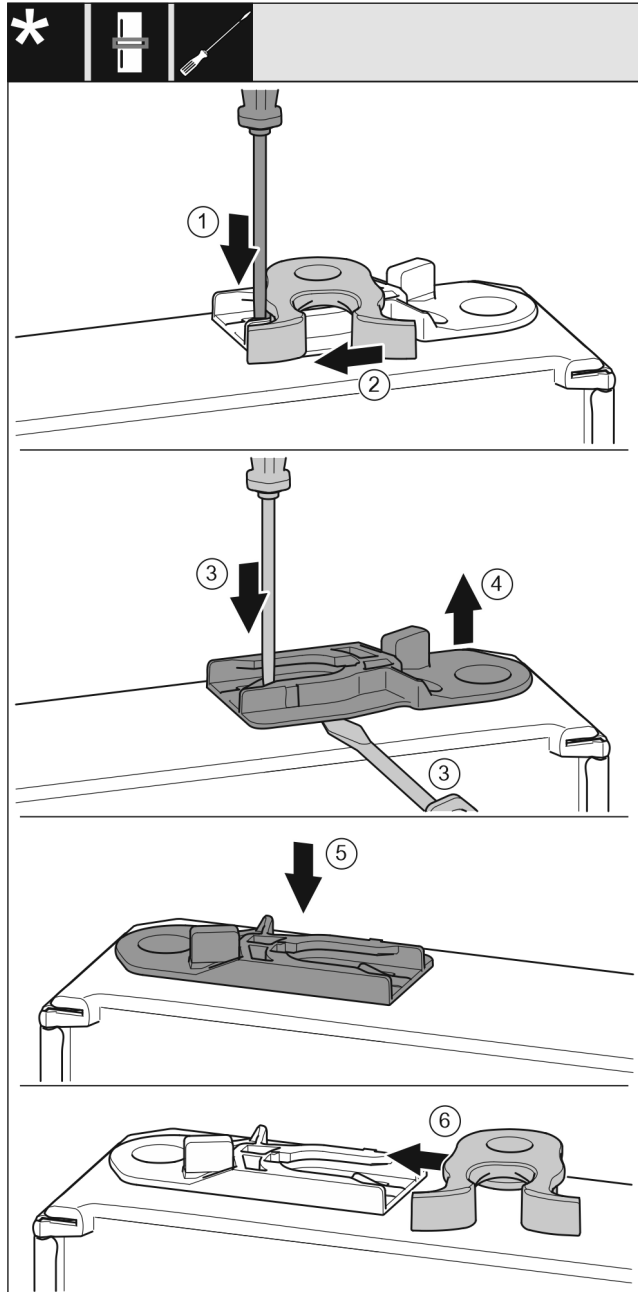

Fig. 52 *
- Apăsați în jos eclisa Fig. 52 (1) cu șurubelnița plată.*
- Trageți cârligul de închidere Fig. 52 (2) din ghidaj.*
- Scoateți bucșa de ghidaj Fig. 52 (3, 4): Apăsați eclisa cu șurubelnița plată și, concomitent, duceți-o cu șurubelnița plată sub bucșa de ghidaj.*
- Împingeți bucșa de ghidaj Fig. 52 (5) atașată în pachetul de livrare pe altă parte a carcasei.*
- Împingeți cârligul de închidere Fig. 52 (6) în ghidaj.*